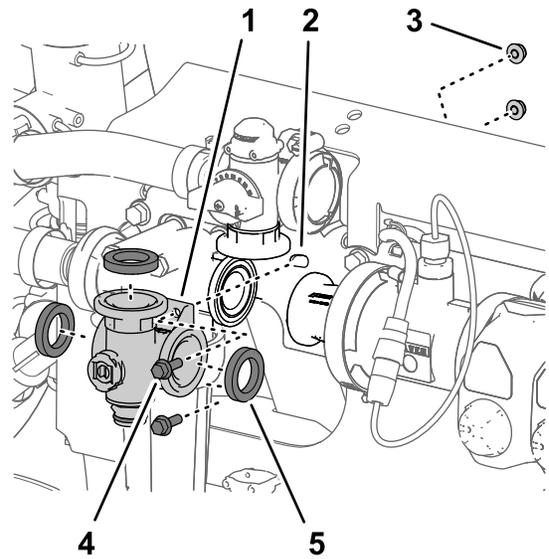

Figura 105
3. Retire los 2 pernos con arandela prensada ($\frac{1}{4}$ " x $\frac{3}{4}$ ") y las 2 tuercas con arandela prensada ($\frac{1}{4}$ ") que sujetan el distribuidor de la válvula de agitación al panel de montaje de las válvulas (Figura 105).
4. Retire el distribuidor de la válvula de agitación y las juntas de la máquina (Figura 105).